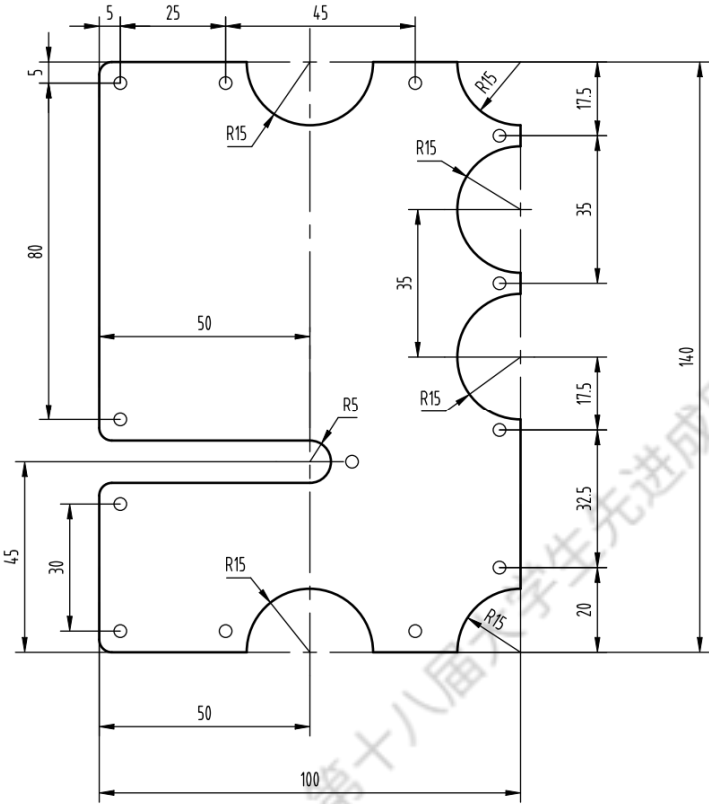

图 5 PCB 板结构外形（单位：mm）
- 2、四层板设计，板尺寸 100mm(宽)×140mm(高)，双面布局，芯片和较高的元件要放置在 TOP 层；通讯、电源接口放置在板件左右两侧并考虑插拔的便利性，调试、下载接口必须放置在板件内部；PCB 外框根据所提供 CAD 结构图纸进行导入或设计（结构如图 5 所示）；